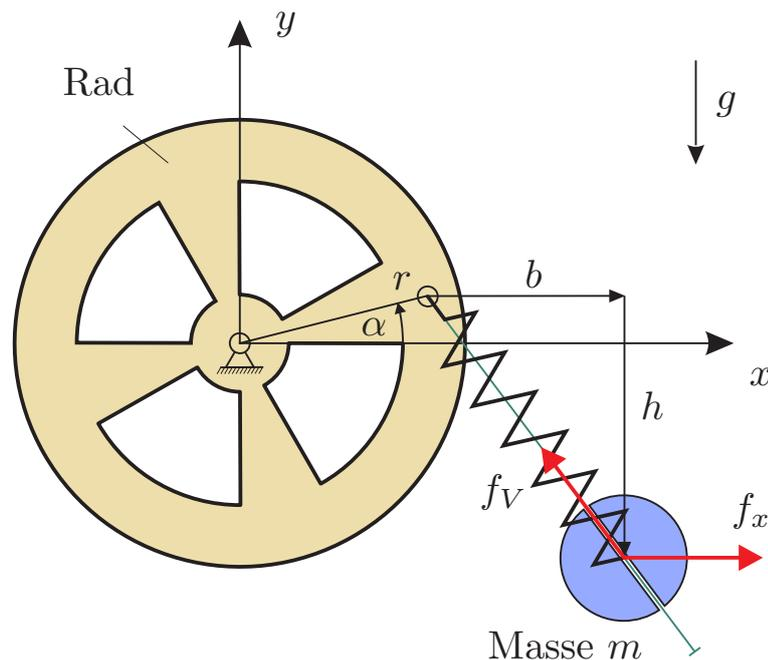

Abbildung 1: Rad, auf dem eine Masse mit einer Feder befestigt ist.
1. In dieser Aufgabe wird die in Abbildung 1 dargestellte Konstruktion untersucht. Das Rad ist im Ursprung des Koordinatensystems drehbar gelagert und weist das Trägheitsmoment θ_r um diesen Drehpunkt auf. Am Rad ist eine drehbar gelagerte lineare Feder mit der Federkonstante $c > 0$ befestigt, die sich entlang der Führung (grün dargestellt in Abbildung 1) bewegen kann. Die Führung und die Feder werden als masselos betrachtet. Die entspannte Länge der Feder ist mit s_0 gegeben. Die Feder hält eine kugelförmige Masse m , die das Trägheitsmoment θ_m um den Schwerpunkt der Masse aufweist. Der Radius vom Mittelpunkt des Rades zum Befestigungspunkt der Feder wird mit r bezeichnet. Auf den Schwerpunkt der Masse wirkt eine Kraft f_x , die immer in x -Richtung wirkt. Außerdem tritt die viskose Reibkraft f_V mit dem Reibungskoeffizienten $\mu_V > 0$ zwischen der Masse m und der Führung auf. Die Erdbeschleunigung g wirkt in negative y -Richtung. 11 P. |